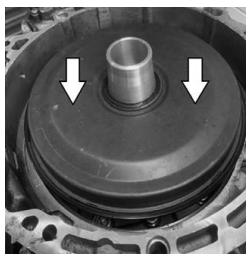

Fig. 3
- Vuelque la tapa externa e incorpórela al cono de introducción (4) (vea fig. 3).